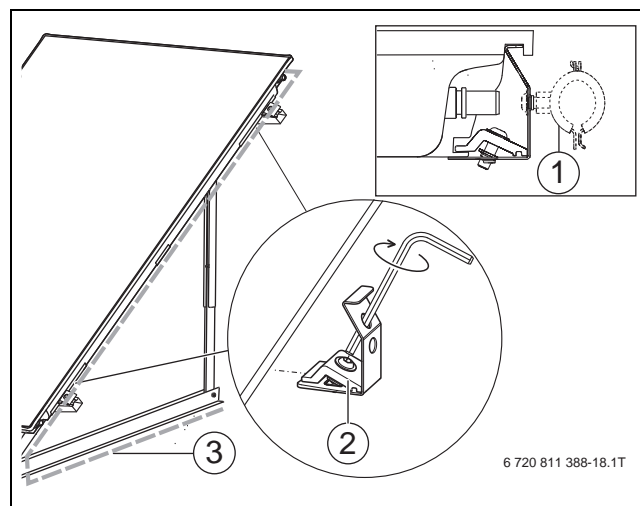

Bild 200 Leitungsführung Kollektorvorlauf
- ▶ Vorlaufleitung parallel zum Kollektor führen (→ Bild 200).